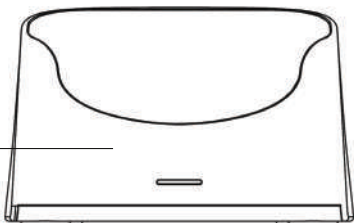

Figura 2.2 Conexão entre o oxímetro e a base
2) Coloque o aparelho na base corretamente, e preste atenção nas marcações de polaridade, conforme mostrado na figura 2.2.